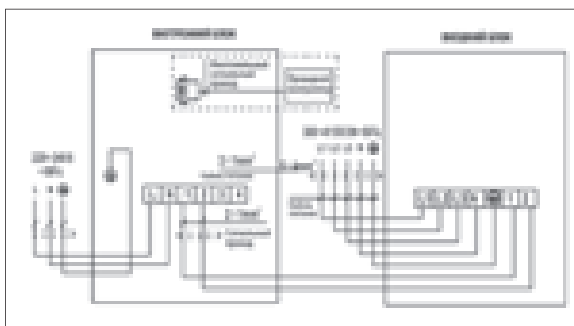

Рис. 8
2. Каждый провод оконечьте специальными наконечниками, установите их на очищенные от изоляции проводники и обожмите клещами. Подготовленный кабель подключите согласно схеме (рис. 8).